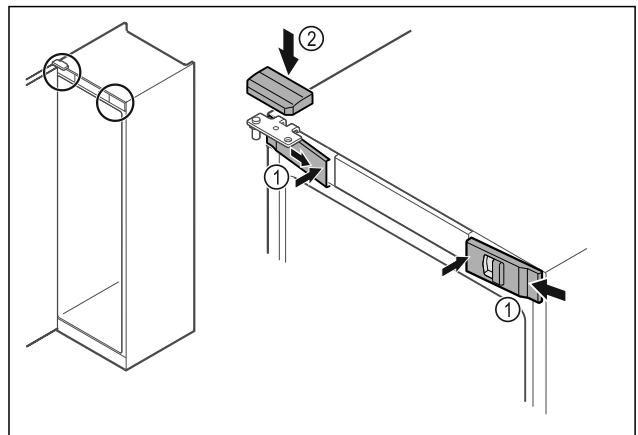

Fig. 48 *
- Obesite sprednje pokrove Fig. 48 (1) stransko in jih namestite v notranjosti, da se zaskočijo.*
- Zgornji pokrov Fig. 48 (2) namestite z zgornje strani.*